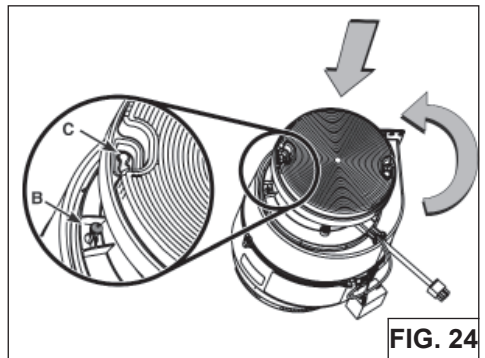

FIG. 24
3. Posicione cada filtro sobre su soporte, inserte ambos pernos (B) en su espacio redondo (C) sobre el lado del filtro y rote para asegurar (Fig. 24).